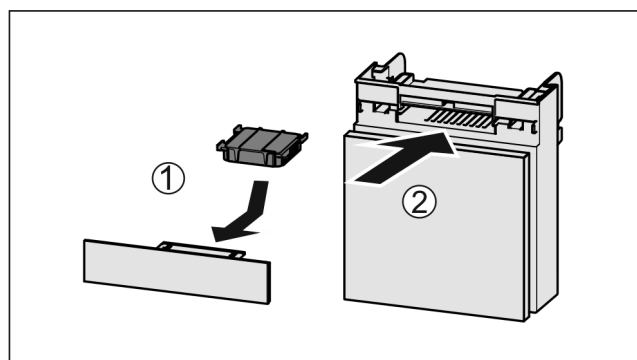

Fig. 109
- ▶ Установите фильтр с активированным углем, как показано на рисунке Fig. 109 (1).
- ▶ Вставьте отделение Fig. 109 (2).